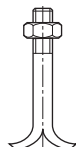

Fig. 8: Ankarskruvar
- Haka i ankarskruvar (se fig. 8) i de avsedda hålen.